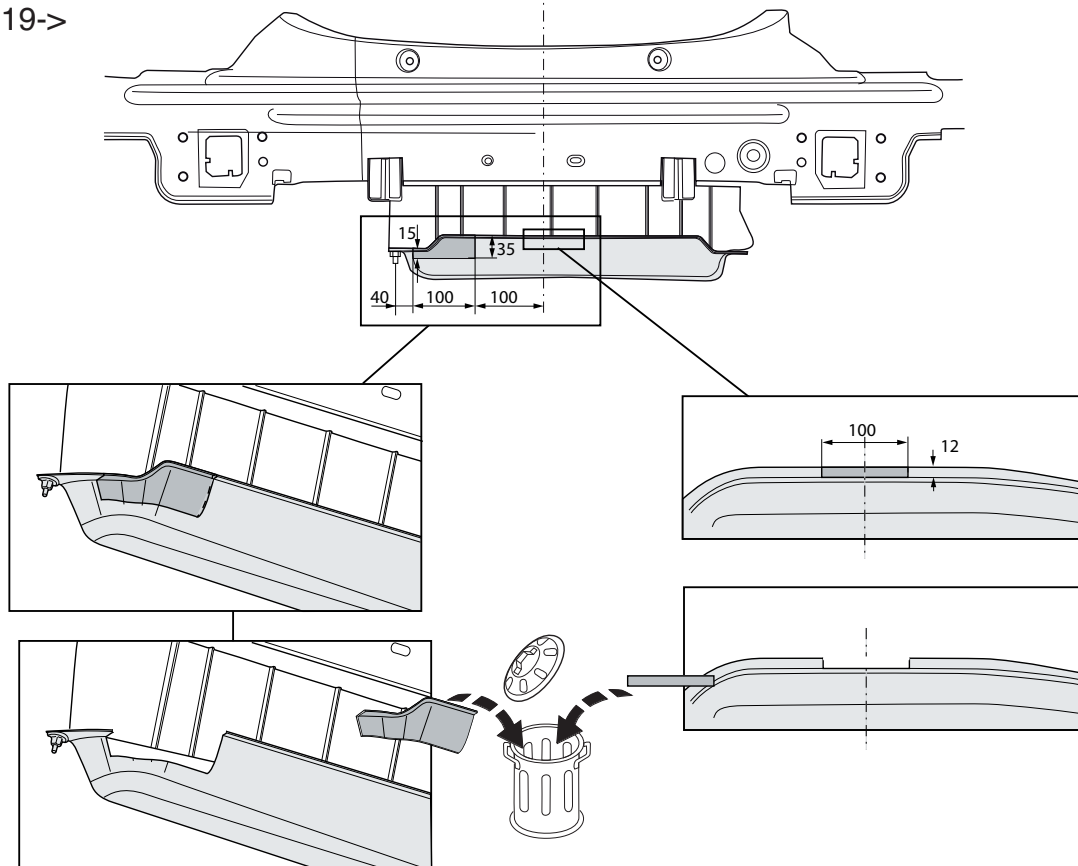

Fig. 4
10. **Для автомобилей 2019->:** Выпилить обозначенные части, как указано на рис. 4, 5 и 6.